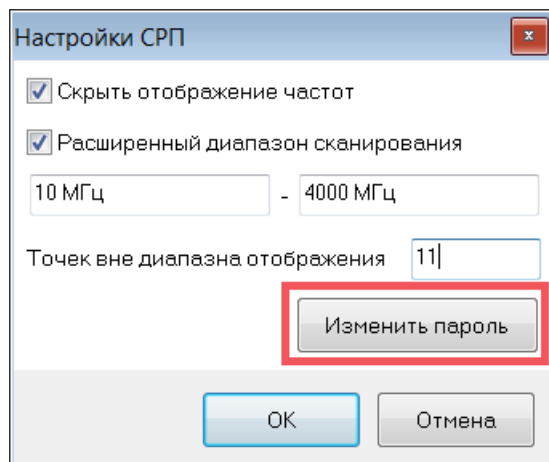

РИСУНОК 12. ОКНО КОНФИГУРАЦИИ ОПЦИИ СРП
- В окне конфигуратора (Рисунок 12) нажать кнопку «Изменить пароль...»